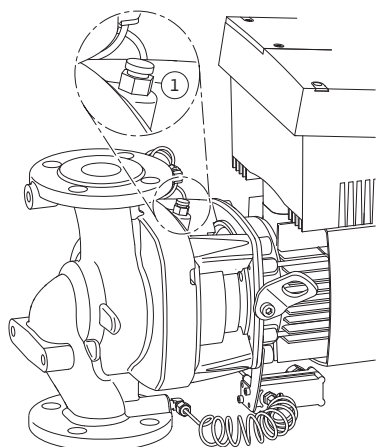

Fig. 45: Udluftningsventil
- Udluft pumperne ved at løsne udluftningsventilerne (fig. 45, pos. 1). Tørløb ødelægger pumpens glideringstætning. Differenstryktransmitteren må ikke udluftes (fare for ødelæggelse).